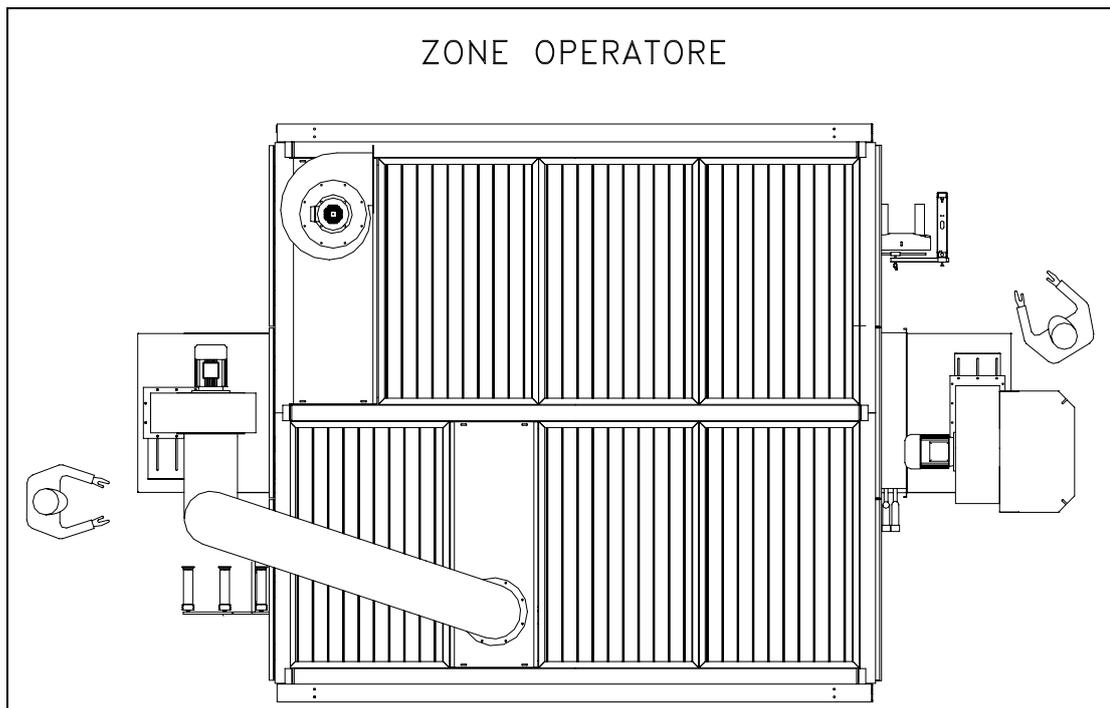

Fig.4.1
- ▽ **Dopo gli interventi eseguiti all'interno della macchina, assicurarsi che prima della chiusura delle porte e quindi del riarmo della macchina stessa , non vi siano ancora persone od oggetti fermi nella zona pericolosa (Fig.4.1)**
La ZONA OPERATORE rappresenta l'area in cui l'operatore puo' sostare o svolgere determinati interventi o regolazioni durante la fase di lavoro (Fig.4.1).